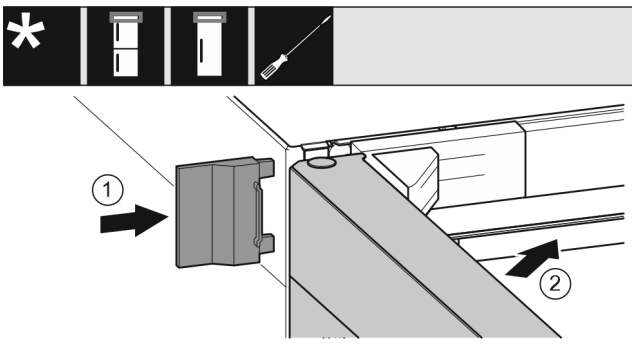

Fig. 21
- ▶ Насуньте зовнішню кришку. Fig. 21 (1)
- ▶ Закрийте верхні дверцята. Fig. 21 (2)